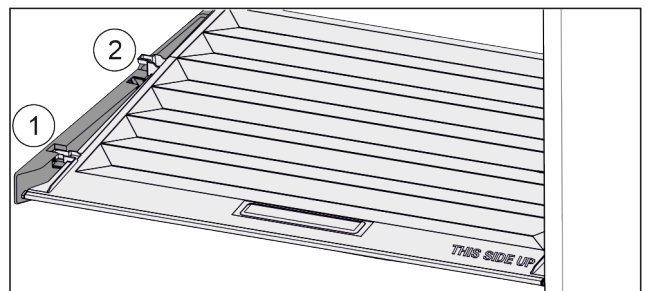

Fig. 98
- ▶ Потянуть крышку до отверстия в поддерживающих деталях вперед Fig. 98 (1).
- ▶ Поднять сзади снизу и извлечь Fig. 98 (2) движением вверх.